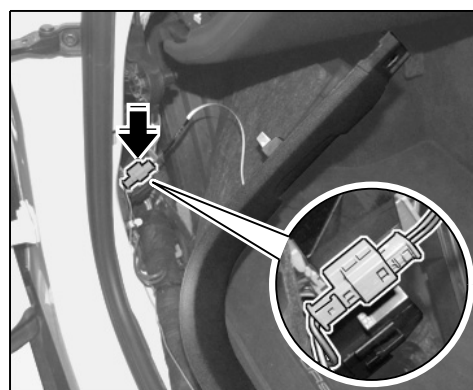

Рисунок 32
- 5.9.2 Подсоединить штекерное соединение ⇒ *Рисунок 32 -стрелка-*.